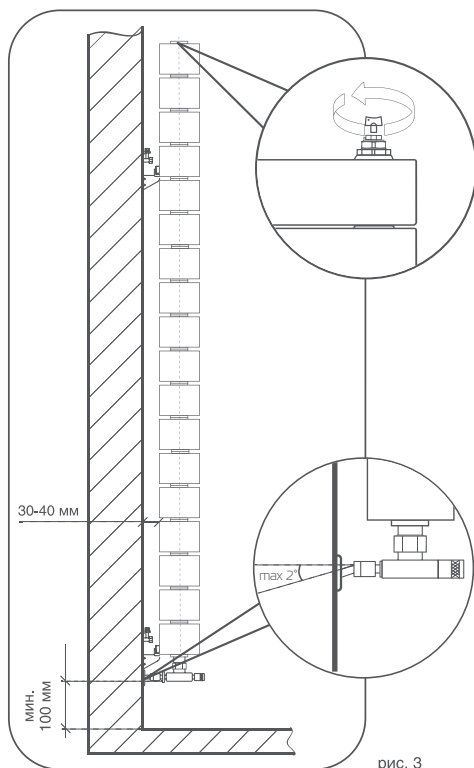

рис. 3
1. Для эффективной работы радиатора необходимо соблюдать монтажные расстояния, указанные на рис. 3.